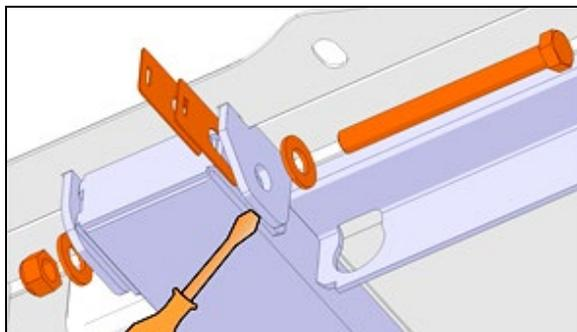

FIGURA 26: INSTALACIÓN DE CALZA, TORNILLO TRANSVERSAL. EL ARREGLO PUEDE VARIAR
7. El arreglo de calzas puede variar y se pueden apilar en ambos lados (Figura 26).